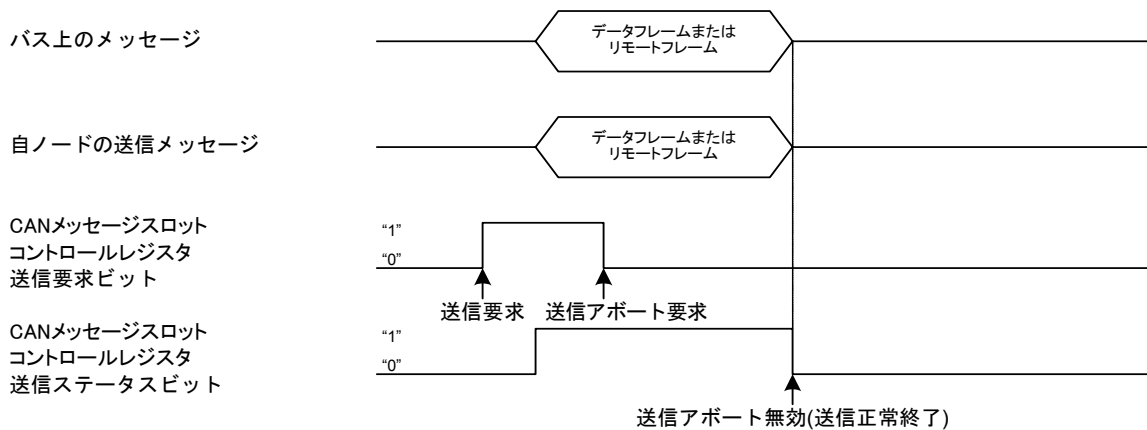
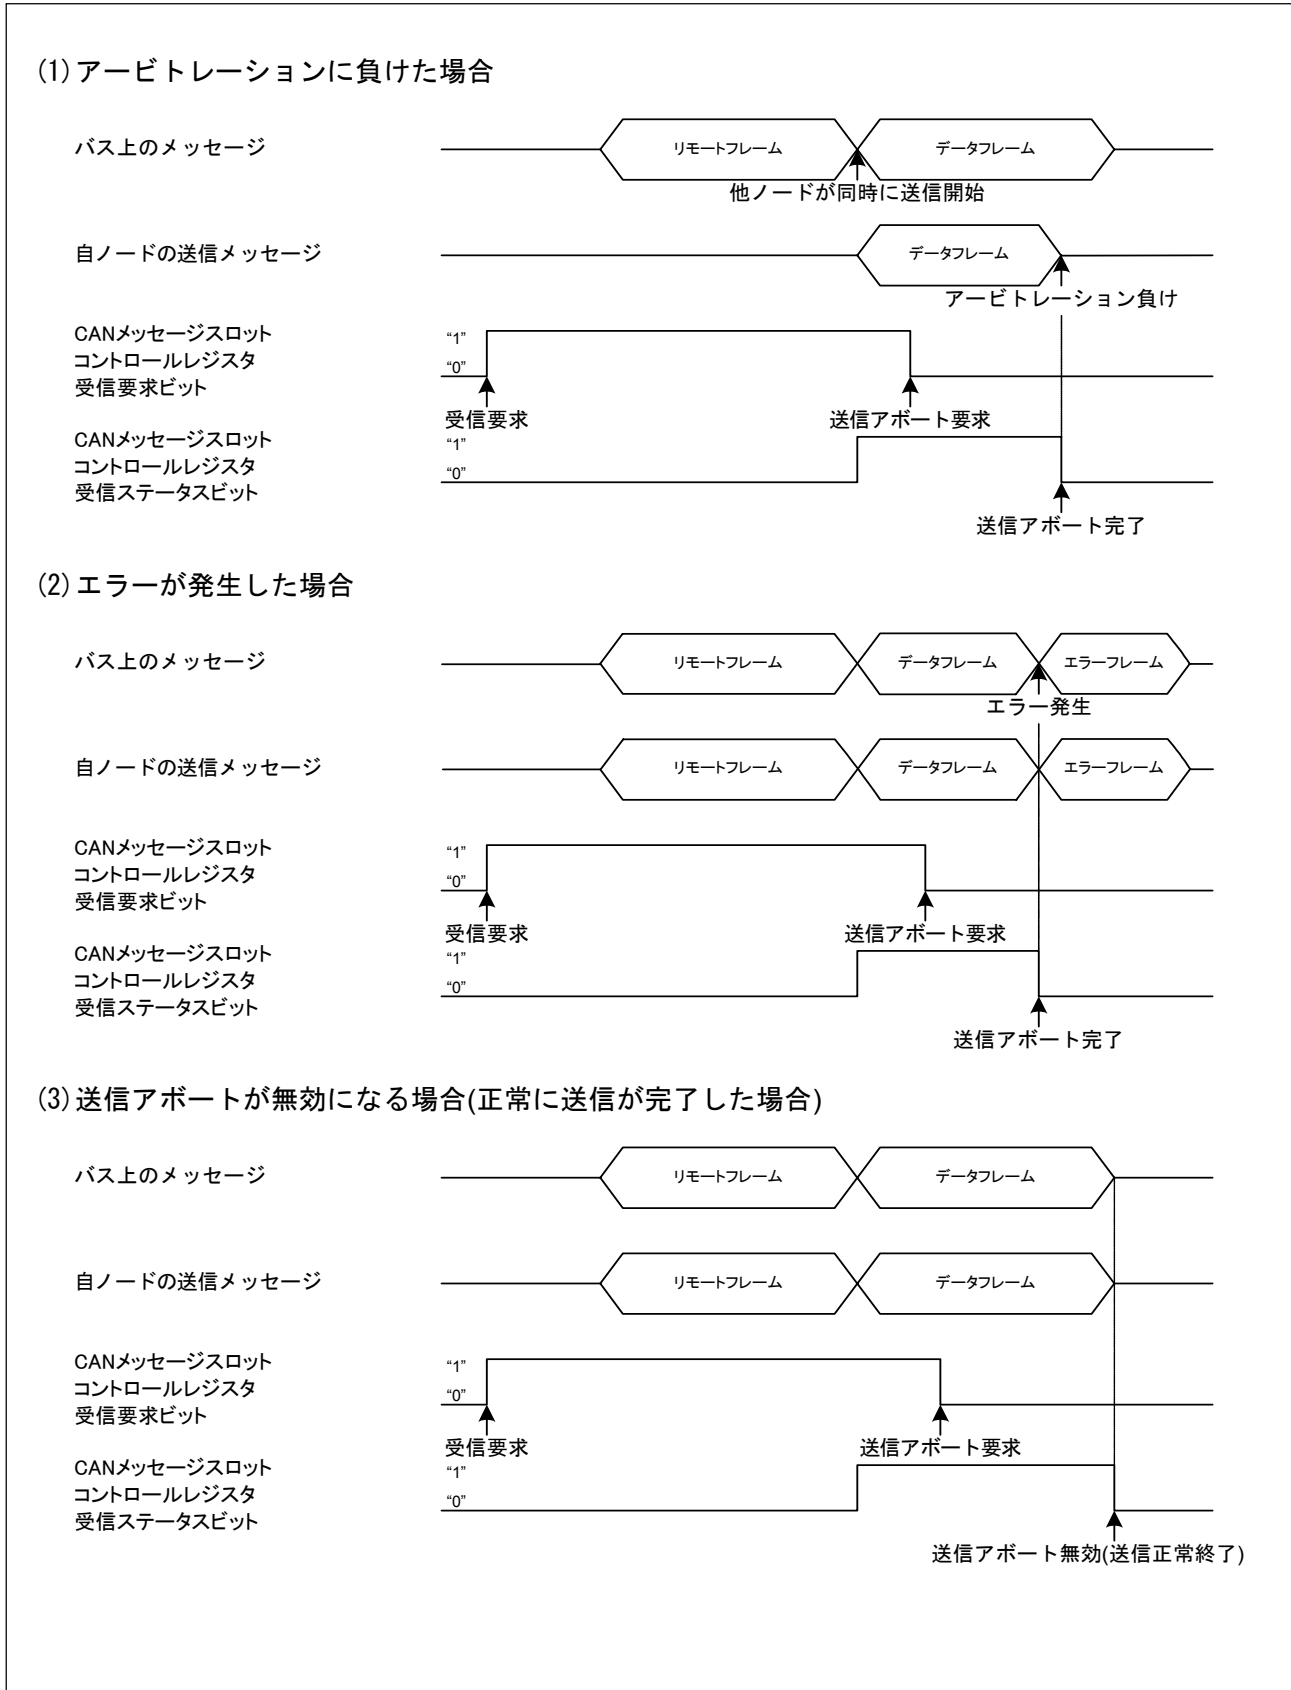

図 5.1.2 データフレームまたはリモートフレーム送信中での送信アボート
図 5.1.3 リモートフレーム受信後、データフレーム送信中での送信アボート
(2) 送信アボートが実行される条件
- メッセージがアービトレーションに負けた場合(図 5.1.2、図 5.1.3)
- メッセージ送信中にエラーが発生した場合(図 5.1.2、図 5.1.3)